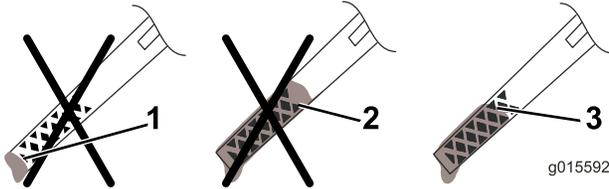

Figure 30
13. Sortez de nouveau la jauge et vérifiez le niveau d'huile (Figure 30).